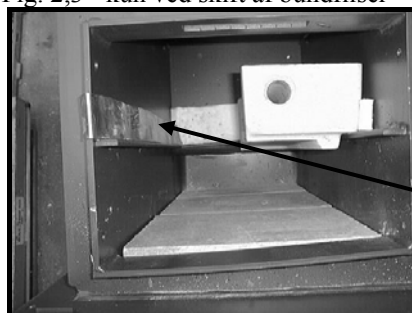

Fig. 2,4
6. Monter højre og venstre sten. Isoleringsskinnen anvendes til at fastholde pakningerne på fyrboksens sider, mens stenene skubbes mod fyrboksens bagvæg, se fig. 2,4 og fig. 2,5.